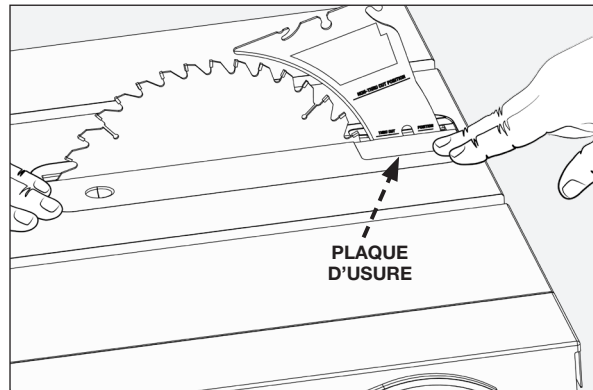

FIGURE 15
Insérez la languette arrière de la passe-lame (G) (l'extrémité avec les plaques d'usure) sous la surface de la table, et entrez l'extrémité avant en place (figure 15). Vérifier que la plaque à gorge est bien ajustée à la table. L'avant de la passe-lame doit être au niveau ou légèrement en dessous de la surface de la table et l'arrière de la passe-lame doit être au niveau ou légèrement au-dessus de la surface de la table (figure 15).